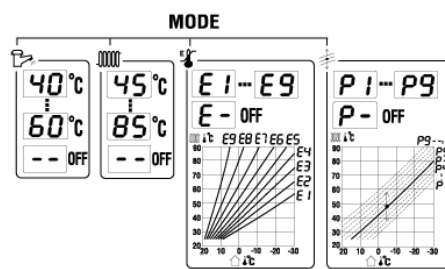

Рис. 2 – График эквитермических кривых
Нажмите кнопку Var/MODE на дисплее изобразится буква E с цифрами от 1 до 9 или с тире. Выбор эквитермической кривой проводится кнопками (7) и (9). Крутизна кривой повышается с настраиваемой цифрой (E1 < E9), см.рис. 2.